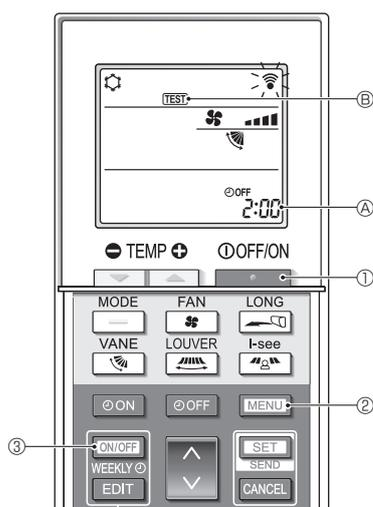

Fig. 7-5
■ Prova di funzionamento (Fig. 7-5)
- Premere il pulsante [OFF/ON] ① per arrestare il condizionatore d'aria.
- Se il timer settimanale è attivo (WEEKLY è acceso), premere il pulsante [ON/OFF WEEKLY] ③ per disattivarlo (WEEKLY è spento).
- Premere il pulsante [MENU] ② per 5 secondi.
- Premere il pulsante [MENU] ②.